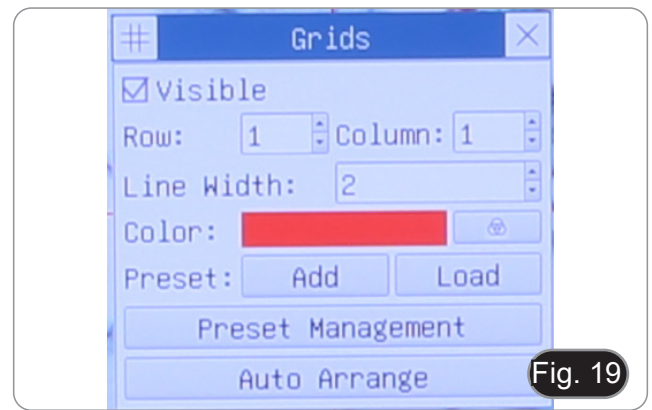

Fig. 19
4. Wählen Sie von hier aus den Befehl "Grid" ⑤.
5. Es erscheint das Dialogfeld "Grids" (Fig. 19). Wählen Sie im Dialogfeld im Feld "Row" den Wert "1" und im Feld "Column" den Wert "1".